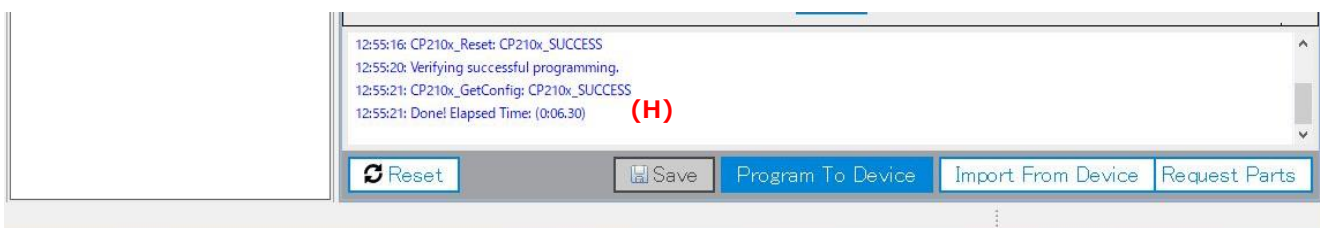

図 2-3
- ⑥ デバイスへのプログラムが開始され、プログラミング状態が表示されます(G)。図 2-3 の様に、“Done!” が表示されたらプログラミング終了です(H) (LED が点灯します)。